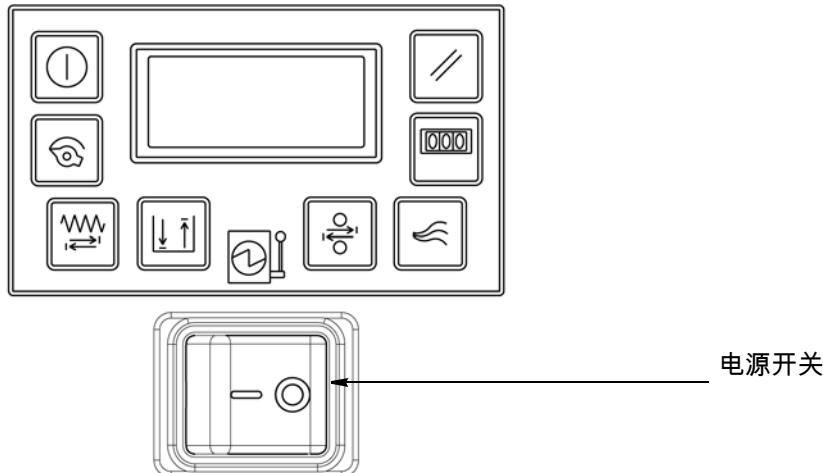

图 13
4. 按“电源”按钮（参见图 13）。
3. 按“电源”按钮。参见图 13。